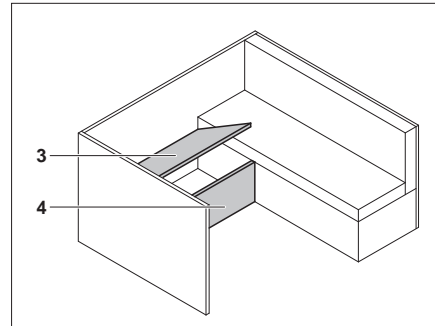

Fig. 164 Pendant la transformation
- Enlever l'infrastructure (Fig. 164,3) et la paroi de séparation (Fig. 164,4).